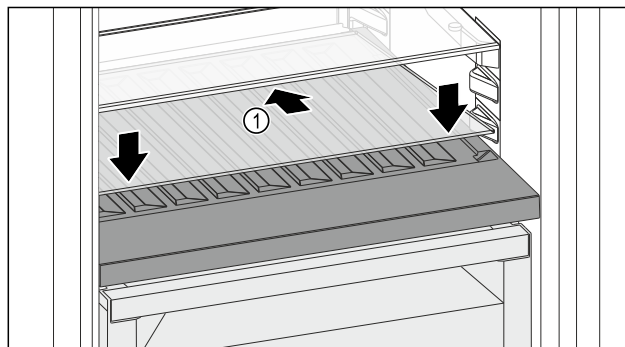

Fig. 80
- ▶ Skleněnou desku Fig. 80 (1) zasuňte šikmo a skloněnou dozadu dolů.
- ▶ Skleněnou desku Fig. 80 (1) vpředu spusťte dolů.